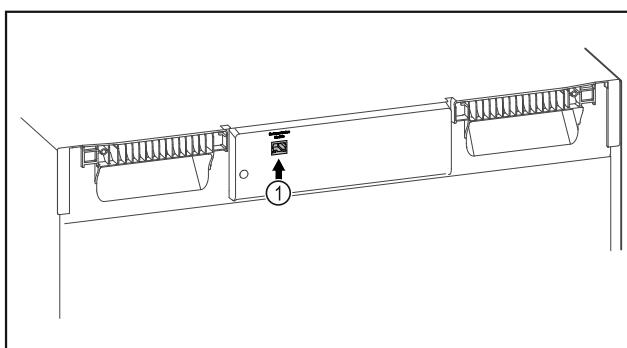

Fig. 108
- Το SmartModule Fig. 108 (1) χρησιμοποιείται.